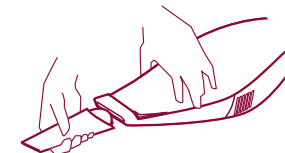

Fig. 7
- Per aspirare polvere e materiali solidi negli interstizi difficili da raggiungere, inserite la bocchetta aspirante E. (fig. 7)